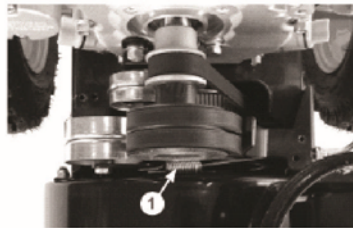

Рис. 4 Регулировка троса хода.
- нажмите рычаг включения шнеков. При полностью нажатом рычаге включения шнеков пружина п.1 (Рис. 4) должна быть растянута на 0,5 – 1 см. При необходимости, отрегулируйте трос с помощью гаек. После регулировки затяните гайки.